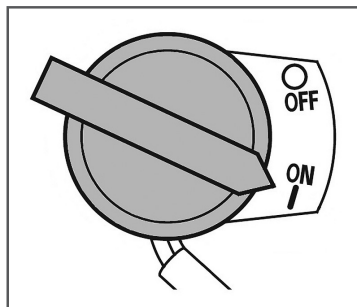

Рис. 13 Выключатель зажигания
- Выключатель зажигания переведите в положение «ON» (Включено) (Рис. 13).
зажигания двигателя в положение «OFF» (Выключено) (Рис. 13).
4. Переведите выключатель зажигания в положение «OFF» (Выключено) (Рис. 13).